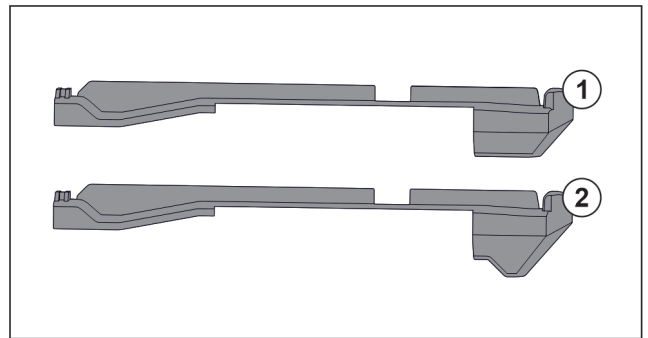

Fig. 108 Porovnání nasazovacích dílů
V přístroji se nacházejí dva různé nasazovací díly. Nasazovací díl nad nejspodnější zásuvkou Fig. 108 (2) má hranu trojúhelníkového tvaru. Všechny ostatní nasazovací díly Fig. 108 (1) mají rovnou hranu.
- ▶ Nasazovací díl Fig. 108 (2) s hranou trojúhelníkového tvaru připevněte nad nejspodnější zásuvkou.
- ▶ Nasazovací díl Fig. 108 (1) s rovnou hranou připevněte na všech ostatních místech.